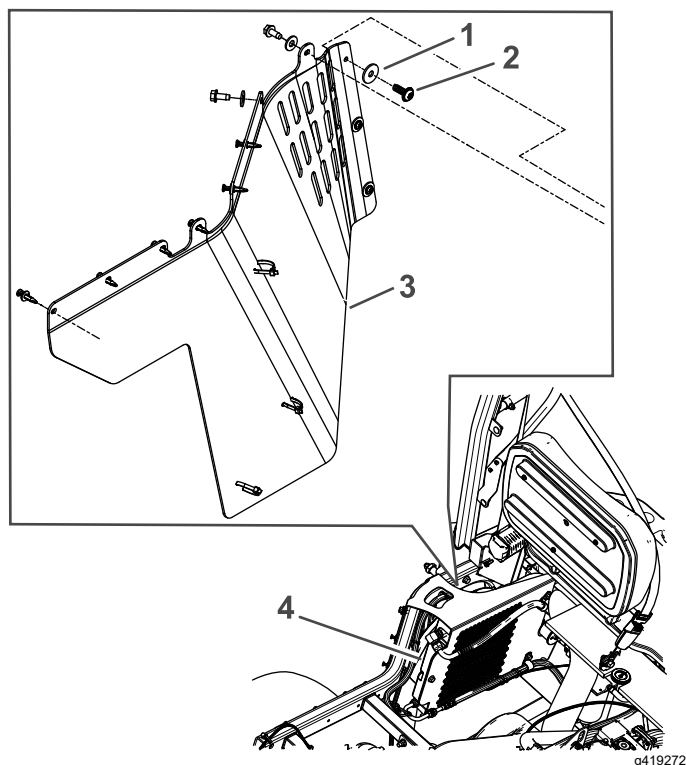
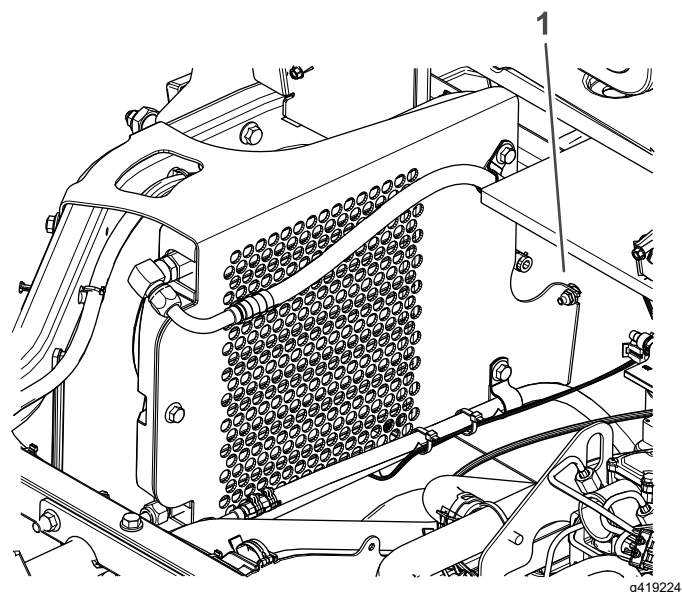

Figura 45
Figura 47
11. A partir da parte inferior da máquina, instale os parafusos de plástico previamente removidos no novo painel e no painel lateral do depósito de combustível (Figura 45 e Figura 47). Aperte os parafusos de plástico com 2,25 N·m.
14. Deslize o suporte do condensador entre a porca de bloqueio ($\frac{1}{4}$ pol.) e a estrutura inferior da máquina (Figura 47 e Figura 48).
15. Aperte o parafuso de carroçaria ($\frac{1}{4} \times \frac{3}{4}$ pol.) e uma porca de bloqueio ($\frac{1}{4}$ pol.); consulte (Figura 47 e Figura 48).